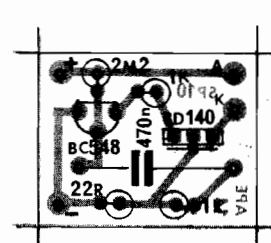

Fig. 3
- FIG. 3 - Diagrama da montagem (placa vista pelo lado não sobreado, já com todas as peças colocadas). Observar, principalmente, o posicionamento dos dois transistores, sendo o BC548 referenciado pelo seu lado "chato", e